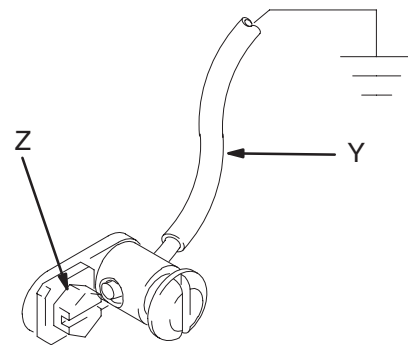

Abb. 1
1. *King-Pumpen*: Erdungskabel und Klammer verwenden. Siehe Abb. 1. Erdungsschraube (Z) entfernen und das Kabel durch die Öse des Kabelschuhs am Ende des Erdungskabels (Y) einschieben. Erdungsschraube wieder an der Pumpe befestigen und gut festziehen. Das andere Ende des Kabels mit einem guten Erdungspunkt verbinden. Zu bestellen: Erdungskabel und Klammer, Teile-Nr. 222011.